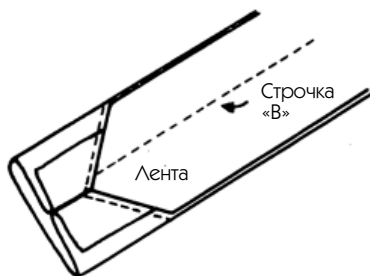

Рис. 135
6. Приколите булавками конец пояса к ленте и заострите его, выполнив строчку на расстоянии 2 мм от острого кончика ленты (рис. 135). Обрежьте излишки ткани со шва.